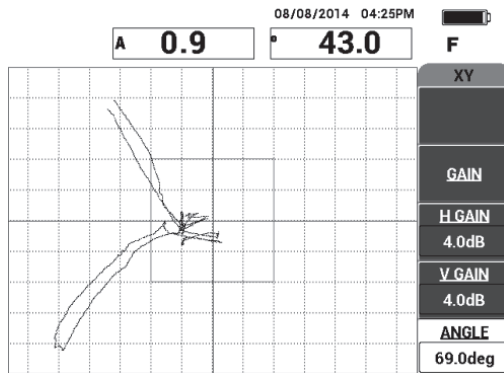

Рис. 6-8 Настройка угла сигнала от расслоения
4. Находясь в меню **MAIN**, нажмите **УГОЛ** (клавиша E) и настройте угол сигнала так, чтобы расслоение дальней зоны спустилось вниз, а расслоение ближней зоны поднялось вверх (см. Рис. 6-8 на стр. 138).